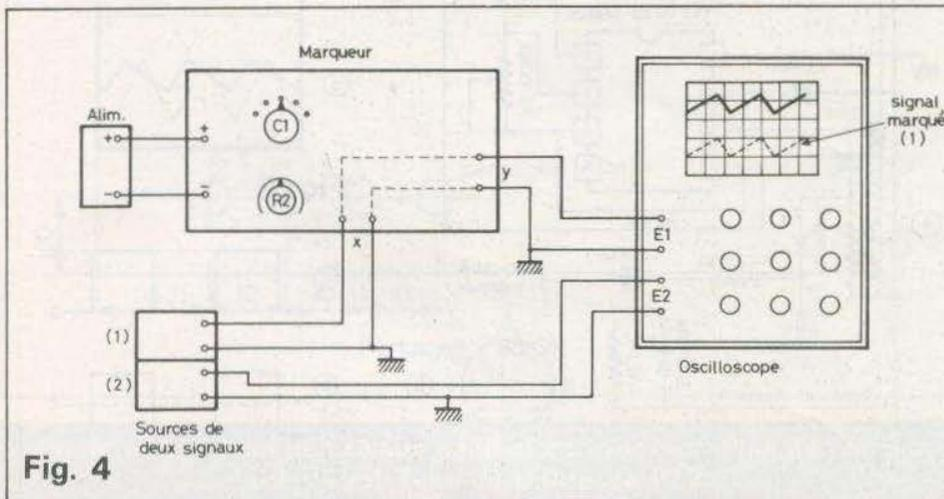

Fig. 4
L'ensemble marqueur-oscilloscope fonctionne lorsque les appareils sont connectés comme indiqué à la **figure 4**. On a désigné par (1) le signal à marquer. Il sera appliqué en X et le signal y sera appliqué à l'entrée E_1 de l'oscilloscope.